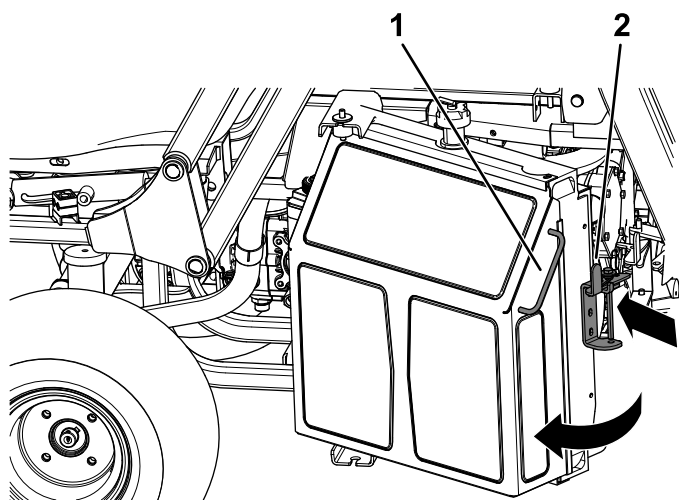

Рисунок 58
1. Нажмите защелку радиатора внутрь, в сторону радиатора (Рисунок 58).
2. Используя ручку в боковой части радиатора, поверните радиатор, чтобы получить доступ к двигателю (Рисунок 58).